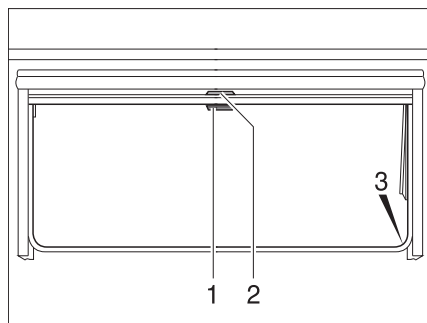

Bild 41 Överkantshängda fönster
- Drag ned mörklägningsrullgardinen med handtaget (Bild 41,2). När mörklägningsrullgardinen dras ned helt fäster man det i spärrarna (Bild 41,3) på båda sidorna på fönsterkarmen.
- När mörklägningsrullgardinen är helt neddragen: Tryck ned handtaget (Bild 41,2) och drag det något inåt. Nu kan man ta loss mörklägningsrullgardinen ur spärrarna på båda sidorna av fönsterkarmen.
- När mörklägningsrullgardinen inte är helt neddragen: Drag handtaget (Bild 41,2) lätt nedåt tills spärren släpper.
- Stänga:** ■ Drag ner insektsnätet med handtaget (Bild 41,1) och fäst det i spärrarna (Bild 41,3) på båda sidorna av fönsterkarmen.
- Öppna:** ■ Tryck ned handtaget (Bild 41,1) och drag det något inåt. Lossa insektsnätet ur spärrarna på båda sidorna av fönsterkarmen.